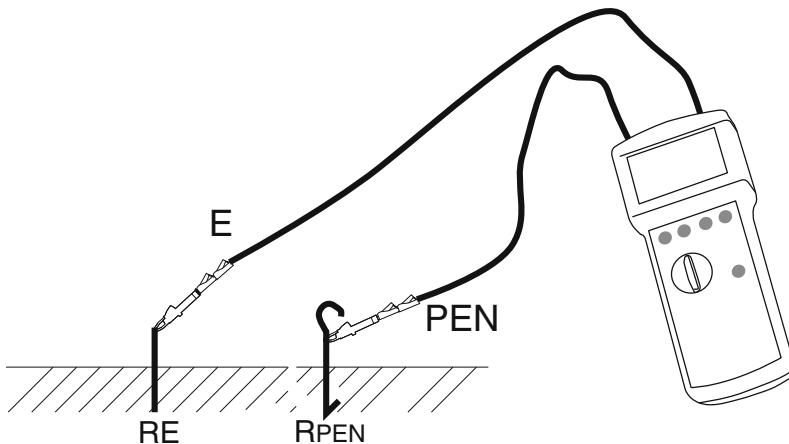

Bild 3: Messprinzip, zweipolige Messung:
- 1) Zum messenden Erder mit der Buchse (E) und bekannter Erder mit der Buchse (H) verbinden siehe auch Bild 3.
- 2) Drehen Sie den Messartwahlschalter (13) in Stellung "2 pol".
- 3) Stellen Sie die gewünschte Berührungsspannung mit der Taste "UL" (11) ein.
- 4) Falls gewünscht stellen Sie die manuelle Frequenzwahl mit der Taste "auto/man" (16) und die Messfrequenz mit der Taste "f1/f2" (12) ein.
- 5) Taste "Start" (14) drücken.
- Nach erfolgter Messung kann je nach Messergebnis mit der Taste "Anzeige" (17) zwischen den Anzeigen für Erdungswiderstand und Messstrom (I_M) gewählt werden.